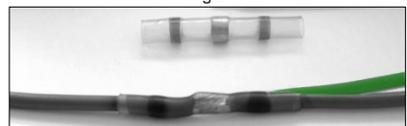

Fig.4
10. Collegare tramite il terminale termo restringente il filo verde e i due capi ottenuti precedentemente. (fig. 4)